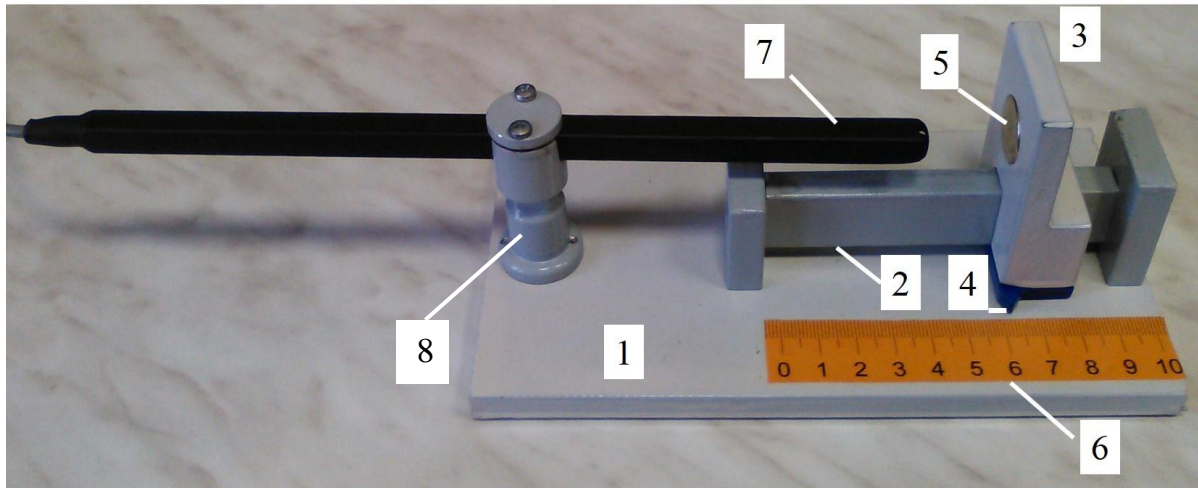

Рис. 1. Общий вид установки для измерения индукции магнитного поля.
Общий вид установки для измерения индукции магнитного поля представлен на рис. 1. Установка состоит из основания (1), на котором находятся: неподвижная рейка (2), по которой может перемещаться ползунок (3) с
3. Установите USB-датчик в держатель (8) на основании (1) (рис.1). (ползунок с постоянным магнитом должен находиться на достаточном расстоянии от USB-датчика).
4. Установите постоянный магнит таким образом (см. рис. 1), чтобы он был как можно ближе к нулевой отметке линейки.
В данном упражнении используется установка, аналогичная представленной на рис. 1, в которой вместо измерителя индукции магнитного поля установлен датчик Холла, находящийся в трубке (см. рис. 3).